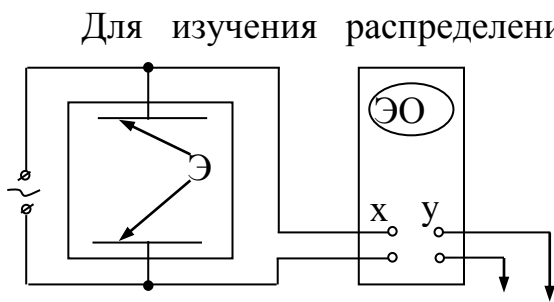

Рис. 3.1.2
Для изучения распределения потенциалов в электрическом поле на пластину из плексигласа или в ванночку помещают влажный лист бумаги. На бумагу устанавливают плоские электроды различных форм, между которыми поддерживается постоянная разность потенциалов (рис. 3.1.2). Бумага имеет незначительную проводимость по сравнению с металлом, а потому
2. Собрать схему (рис. 3.1.2) с двумя плоскими электродами и показать ее преподавателю.